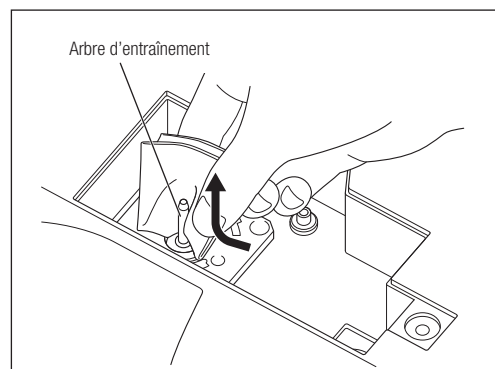

Fig. 55
- Essuyez les saletés et l'eau de l'arbre d'entraînement en allant du bas vers le haut (Fig. 55).